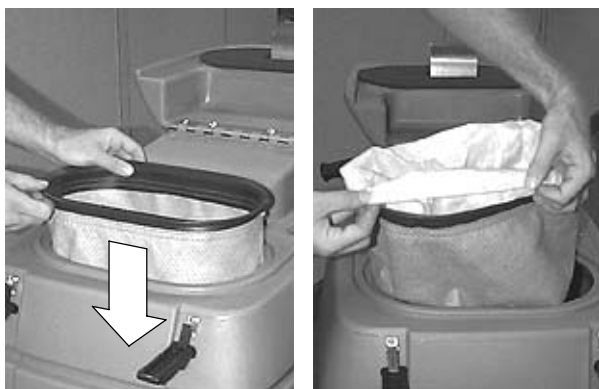

FIG. 11
- Ouvrez le couvercle d'aspiration de la machine et installez le sac aspirateur en tissu ; veillez à ce que le bord du sac soit correctement posé sur le bord du compartiment (Figure 11).
Pour une élimination aisée des débris et afin de prolonger la durée de vie du sac en tissu, utilisez un sac aspirateur en papier à l'intérieur du sac en tissu. Repliez le sommet du sac en papier autour du bord extérieur du sac en tissu. N'utilisez jamais de sac en papier sans sac en tissu en place. Ne réutilisez pas les sacs en papier, jetez-les toujours (Figure 11)